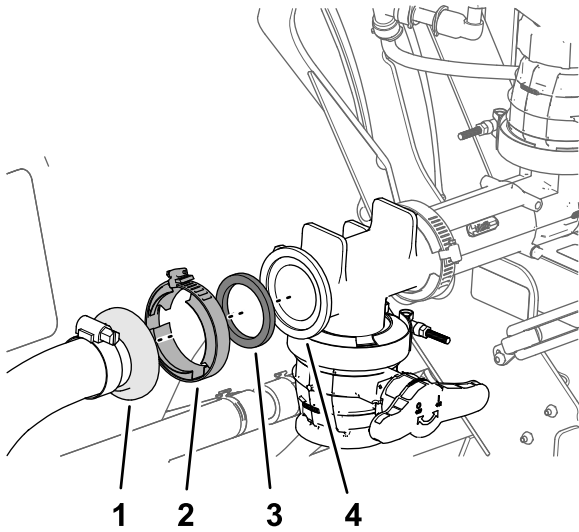

図 31
7. エダクタホースアセンブリのバーブ付きストレートフィッティングを、エダクタ用のT字フィッティングのフランジに組み付け、クランプを手締めする 図 31。